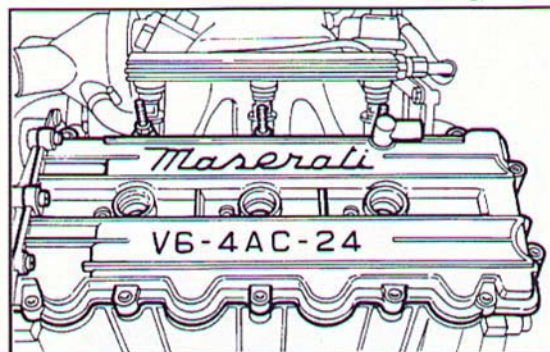

Fig. 40 ▼
- svitare le tre colonnette e le dodici brugole e rimuovere i coperchi teste cilindri (Fig. 40).
- unscrew the three studs and twelve Allen screws and take off the cylinder head covers (Fig. 40).